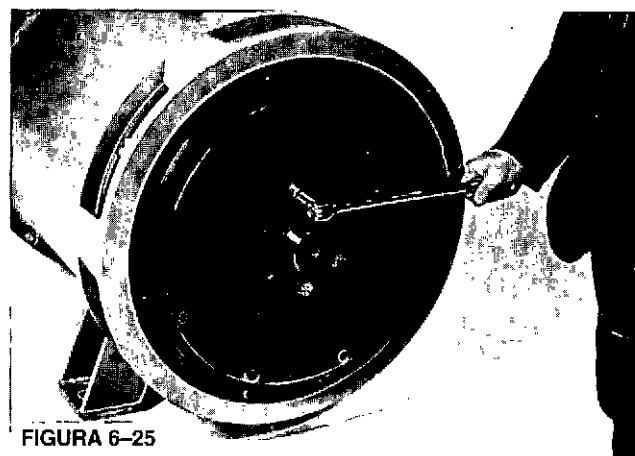

FIGURA 6-25
4. En los generadores de un solo cojinete, quite los tornillos de casquete y las arandelas endurecidas que retienen los discos impulsores al cubo del impulsor. (Figura 6-25) Quite todos los discos impulsores (y los espaciadores, si los hay).